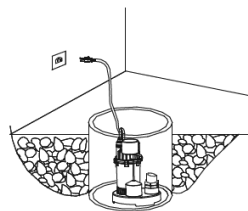

fig. 3
4. Placez la pompe dans le puisard (fig. 3).